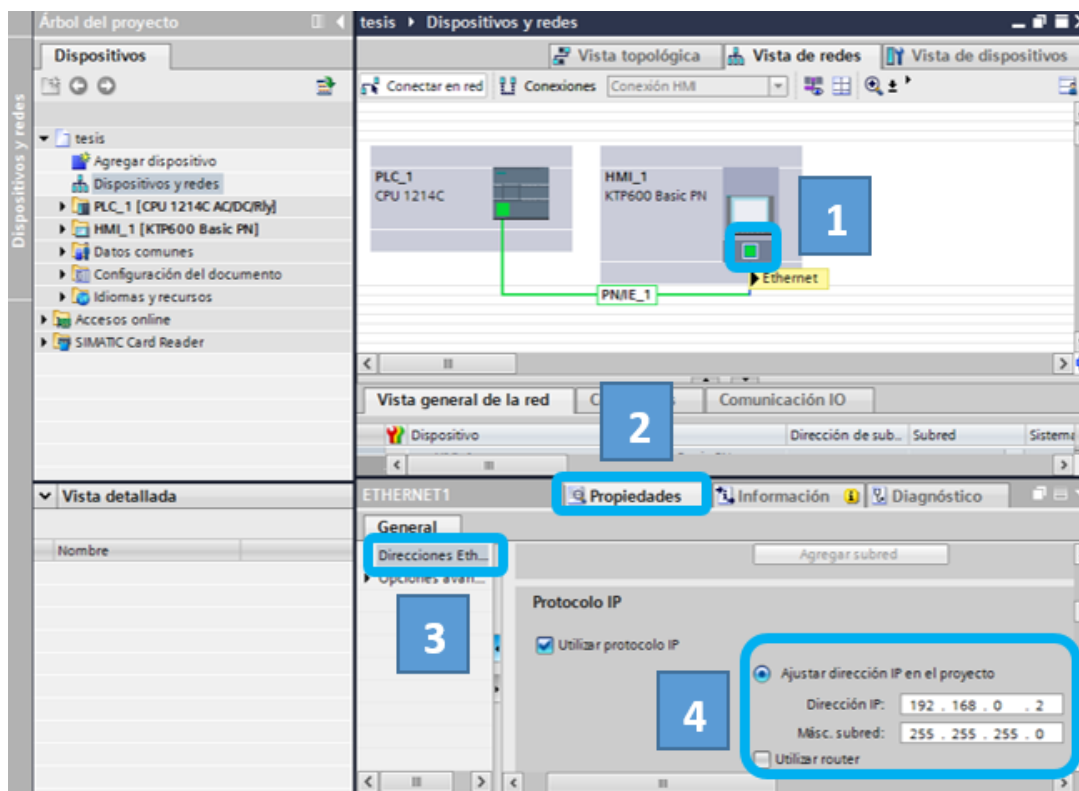

Figura 2.37: Configuración de la Dirección IP del HMI.
10. Dar clic en el punto verde del HMI para configurar la dirección IP como se indica en la figura 2.37.